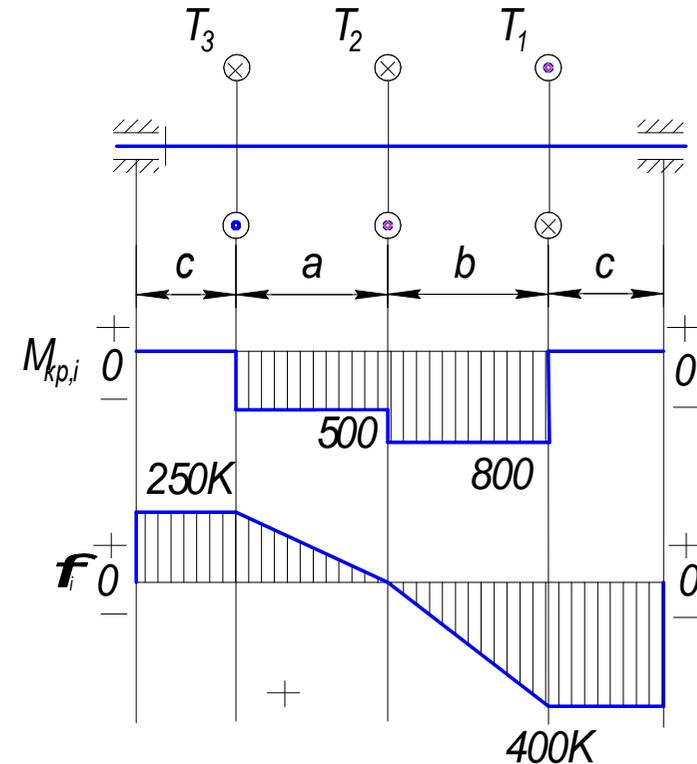

Рис.2.42
**Пример 3.** Для стального стержня сплошного круглого сечения (рис.2.42) с диаметром  $D$ , вращающегося в подшипниках, построить эпюру внутренних скручивающих моментов и эпюру углов поворота сечений, приняв за неподвижное - сечение с моментом  $T_2$ .